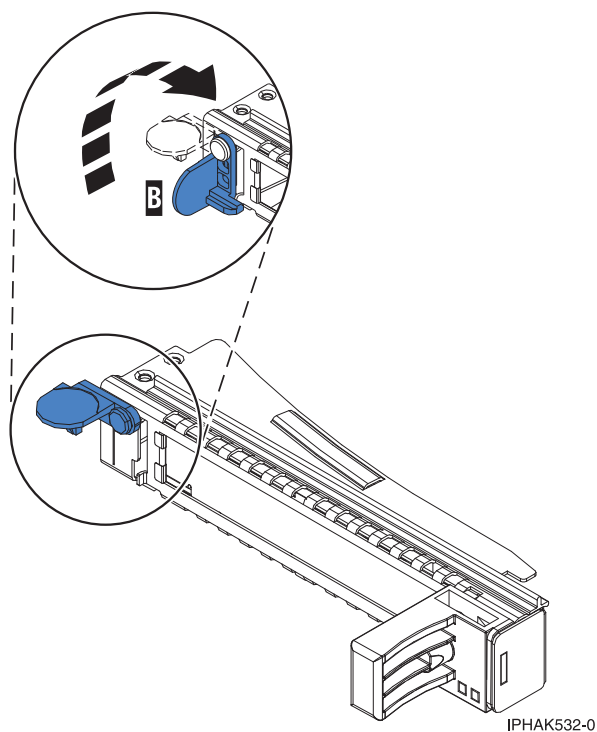

図6. テール・ストック・クランプのオープン
- a. フィラー・テール・ストックをアンロックするために、7 ページの図 6 に示すように、カセットのテール・ストック側の端にあるラッチ **(B)** を回転させます。